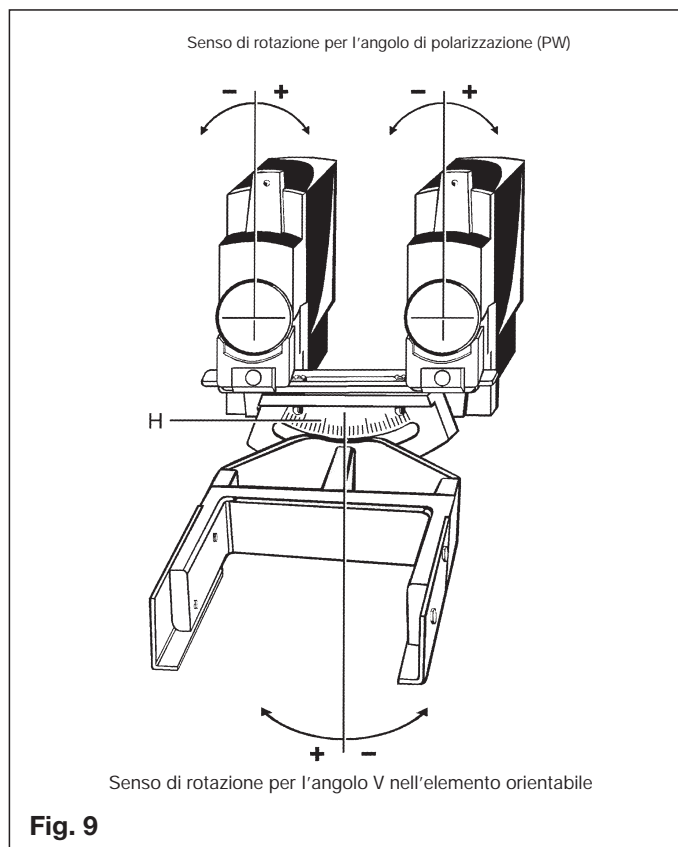

Fig. 9
6. Pre-regolazione della polarizzazione (fig. 9)